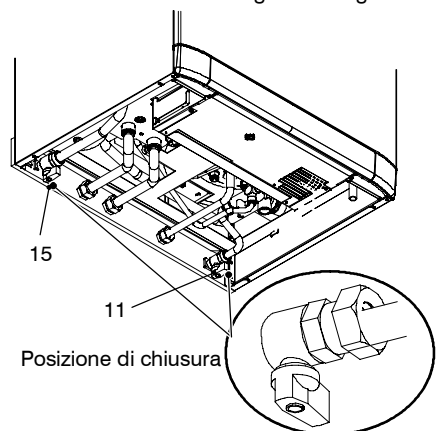

fig. 6.2
- 3 Richiudere il rubinetto gas 15 in fig. 6.2